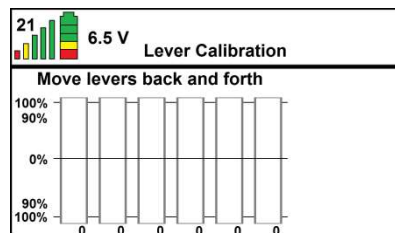

Abbildung 20
- Nach dem Drücken der Taste (✓) wird der nächste Bildschirm angezeigt: **Move levers back and forth**. Betätigen Sie nacheinander jeden Hebel langsam maximal nach vorne und maximal nach hinten (siehe *Abbildung 20*).